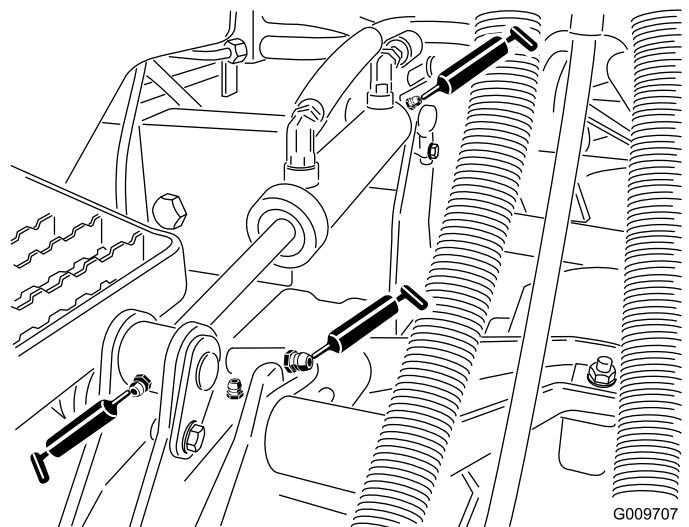

Figura 46
- Casquillos de los cilindros de elevación (2 por unidad de corte), como se muestra en la Figura 46
- Casquillos de los brazos de elevación (1 por unidad de corte), como se muestra en la Figura 46